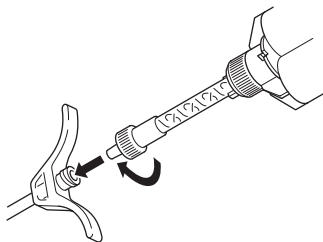

Figura 4 – Collegare la punta di miscelazione Cortoss alla cannula per l'iniezione di cemento
1. Collegare la punta di miscelazione Cortoss alla cannula per l'iniezione di cemento (Figura 4).